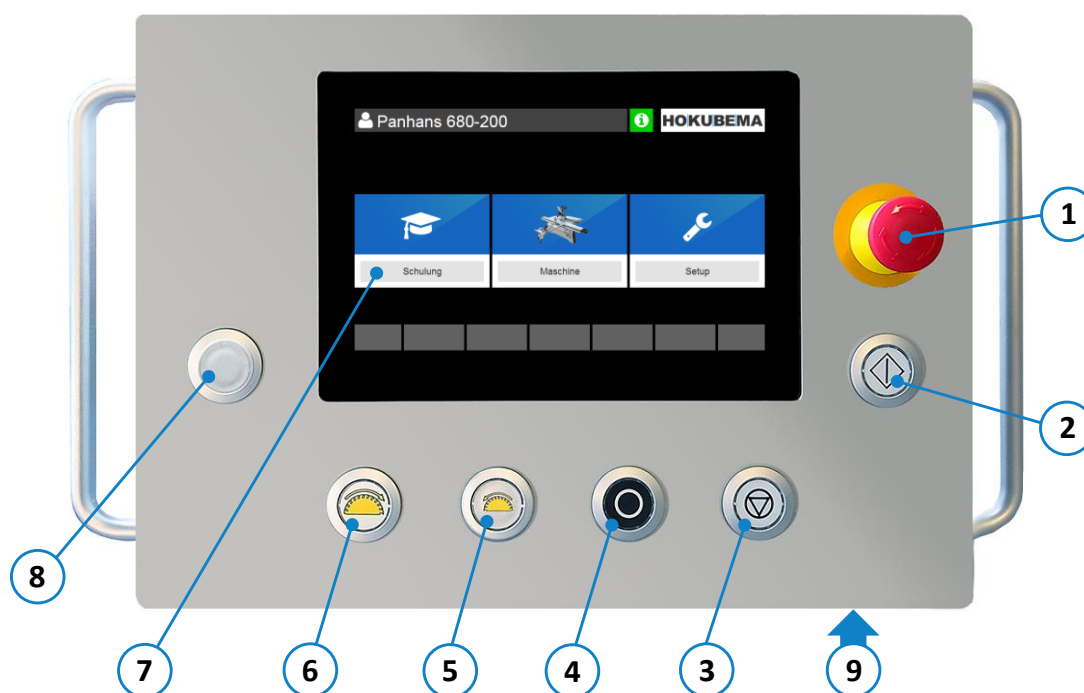

Figure 38 : éléments de commande
5. Le guide parallèle se positionne automatiquement après avoir appuyé sur le bouton de positionnement (2) (voir ⇒ Figure 38).